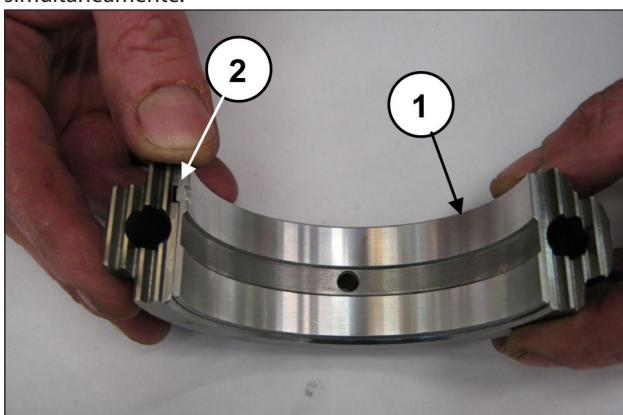

Fig. 69
Aplique os semi-rolamentos inferiores nas capas (pos. ①, Fig. 69) verificando se a lingüeta de referência dos semi-rolamentos está posicionada no compartimento apropriado na capa (pos. ②, Fig. 69).